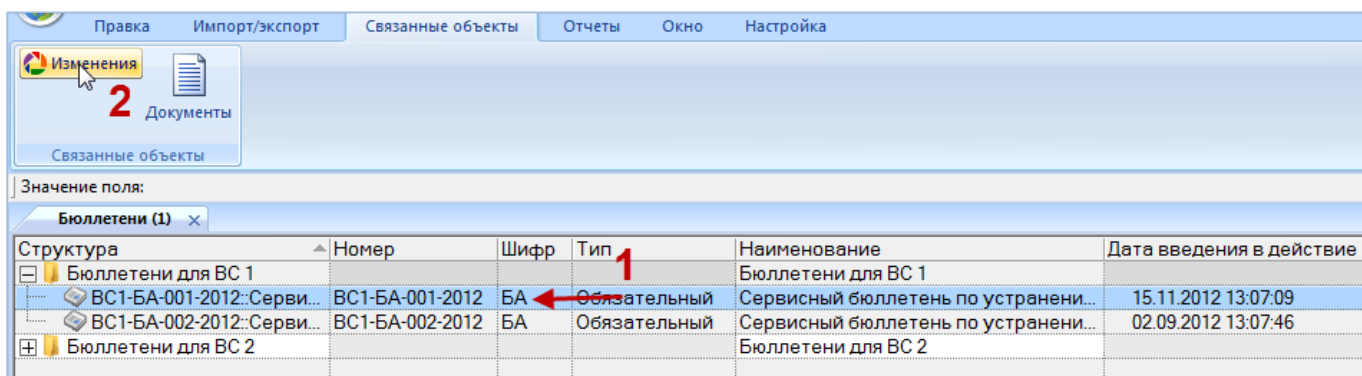

Рис. 13-512 – Запуск окна «Изменение конфигурации по бюллетеню»
2) Переместить с помощью мыши выделенные бюллетени в нужную папку – появится подсказка вида «+ Создать связь X объект(ов) в ...» (рис. 13-512). Отпустить кнопку мыши.